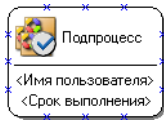

Рис. 4.47.
1. На схеме бизнес-процесса выделите компонент **Подпроцесс**, который имеет отметку о выполнении задания (рис. 4.47).